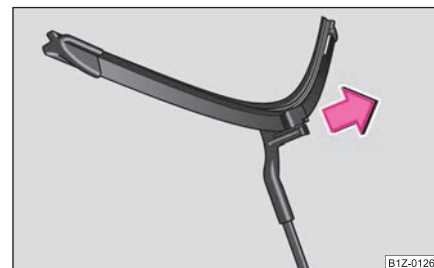

Fig. 55 Escobilla para el parabrisas
- Retire la escobilla en el sentido de la flecha ⇒ página 65, fig. 55 ⇒ .